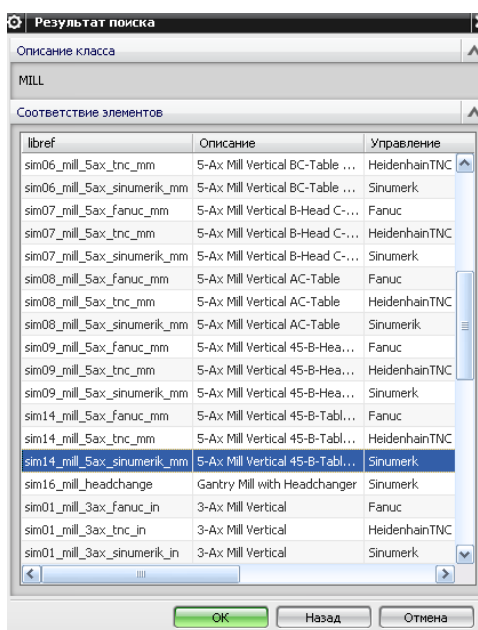

Рисунок 69 Окно результатов поиска
2. В диалоговом окне «Результаты поиска» выберите станок, как показано на Рисунок 69.